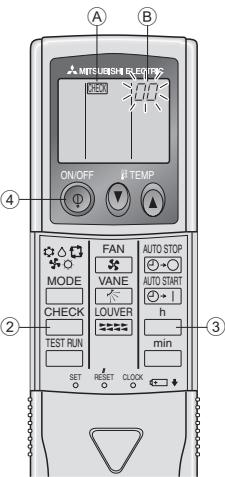

Fig. 7-4
7.3.2. Para controlador remoto inalámbrico (Fig. 7-4)